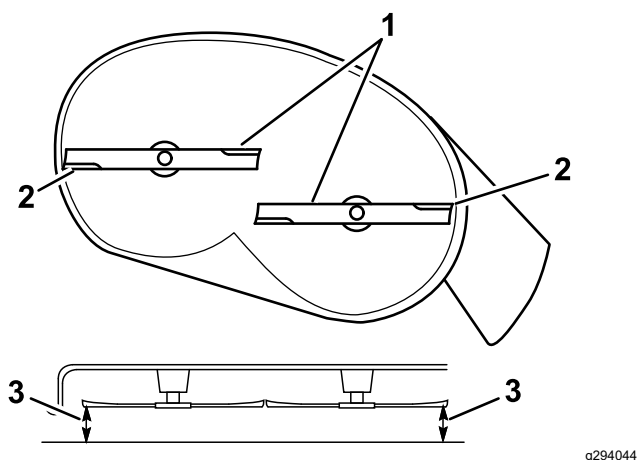
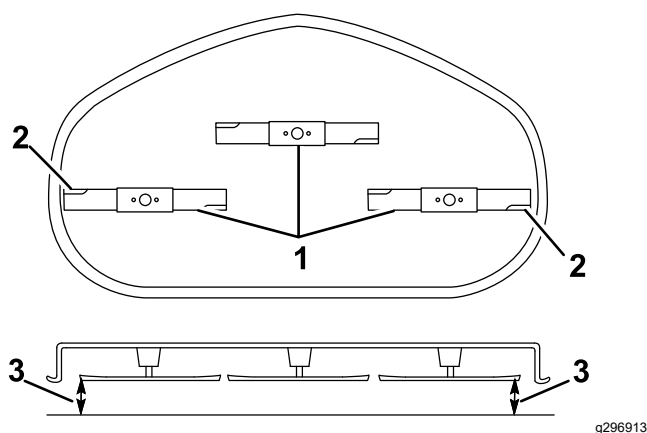

Figura 67
Figura 68
5. Misurate la distanza tra i taglienti esterni e la superficie piana (Figura 67 e Figura 68).